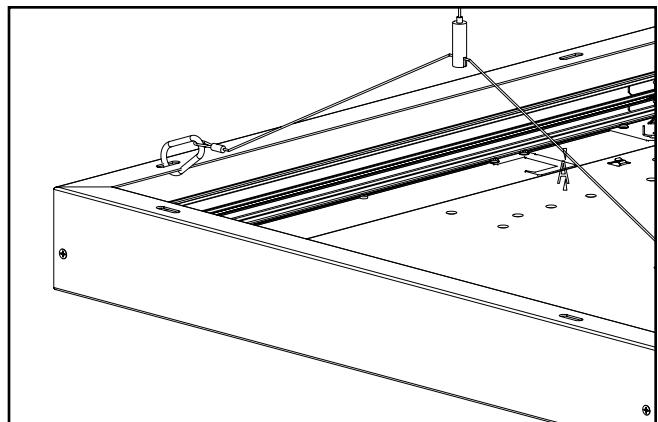

Figura 17.
2. Sujete los mosquetones a las ranuras en la caja de montaje en superficie. (Figura 17.)